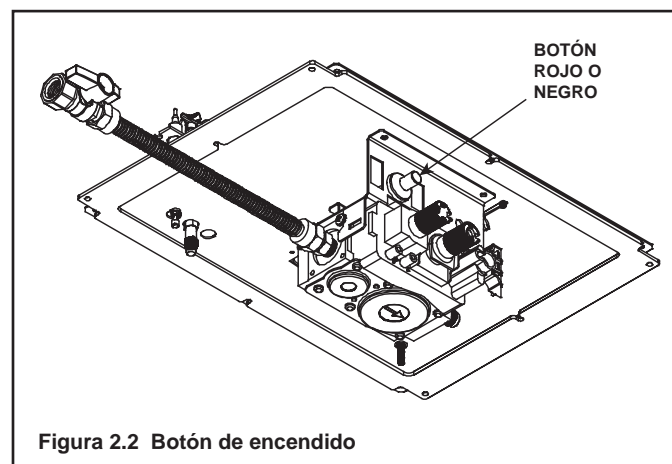

Figura 2.2 Botón de encendido
- El sistema de encendido con piloto fijo cuenta con un botón de encendido rojo o negro (consulte la Figura 2.2).